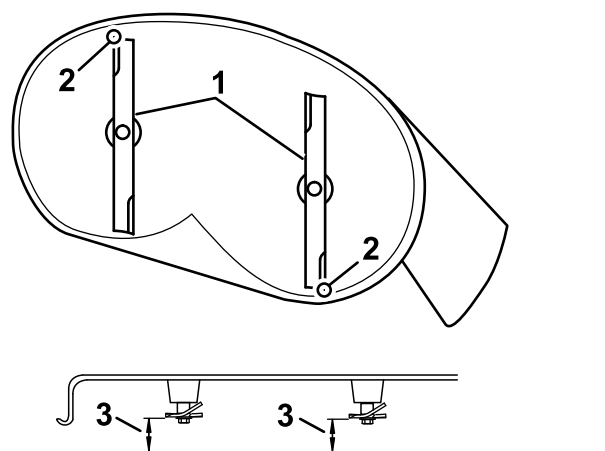

Figura 69
4. Girate con cautela le lame in modo che siano disposte longitudinalmente (Figura 69).
5. Misurate il valore dalla punta della lama anteriore e dalla punta della lama posteriore alla superficie piana (Figura 69 o Figura 70).